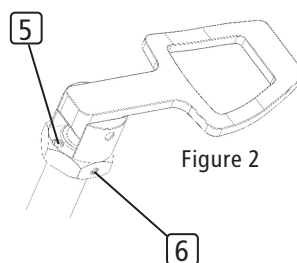
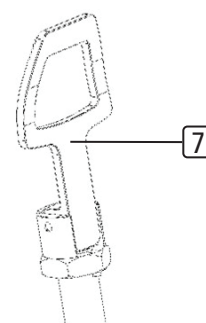

Figure 2
Figure 3
La figure 2 montre la poignée Tetra dans sa position de base. L'axe est verrouillé et la roue du fauteuil roulant est bloquée en position insérée. Pour enlever et remettre la roue, l'axe doit être déverrouillé. La position déverrouillée de la poignée Tetra correspond à la figure 3. Dans cette position, l'axe avec la roue du fauteuil roulant peut être retiré ou mis en place. La poignée Tetra est formée à cet effet de manière à ce qu'un doigt ou le pouce puisse passer dans l'ouverture et facilite le retrait de l'axe en cas de fonction limitée de la main.
- Pendant l'utilisation du fauteuil roulant, les axes doivent être verrouillés (position correspondant à la figure 2). Si l'axe est déverrouillé, les roues pourraient se détacher. Avec des poignées qui dépassent, il y a un risque accru de collision, ce qui peut entraîner des dommages au fauteuil roulant et à d'autres objets. Des dommages corporels suite à un accident sont possibles.